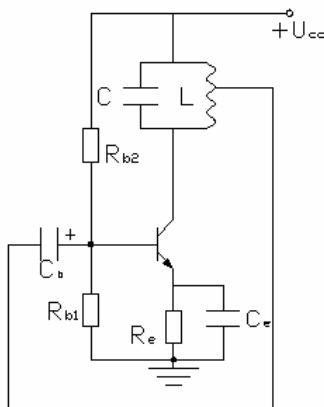

图 7.1 电路图
本案例绘制的是一个电路图，如图 7.1 所示。主要介绍了 MTEXT 命令的使用和圆环的画法。
(10) 按照上面的方法，在图上输入其他必要的文字，最后单击 SNAP 和 GRID 按钮，关闭 SNAP 和 GRID 功能，得到最终的效果（见图 7.1）。